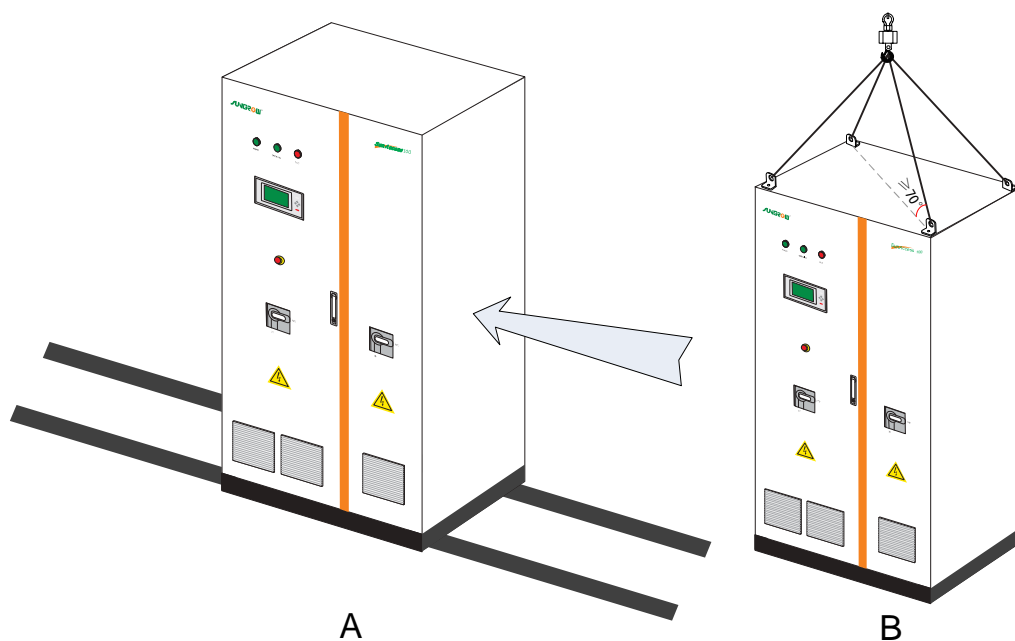

Fig 6-16 Utilizzo di rotaie di acciaio o di una gru per movimentare il dispositivo SG100K3
- Utilizzo di rotaie di acciaio per movimentare il dispositivo SG100K3, vedere Fig 6-16 A.
- Se l'unico modo disponibile per movimentare il dispositivo SG100K3 è usando una gru, è possibile ordinare gratuitamente gli angolari di ferro e i componenti necessari per il sollevamento presso SUNGROW; vedere Fig 6-16 B.